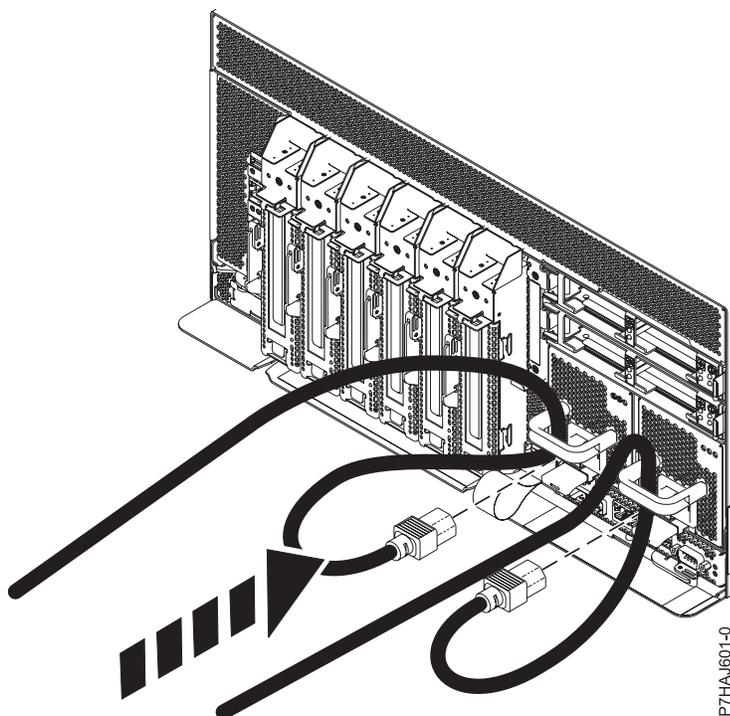

図 24. 電源コードの接続
2. 45 ページの図 24 に示されているように、電源コードをシステム装置に再接続します。コードはハンドルを通して配線するようにしてください。